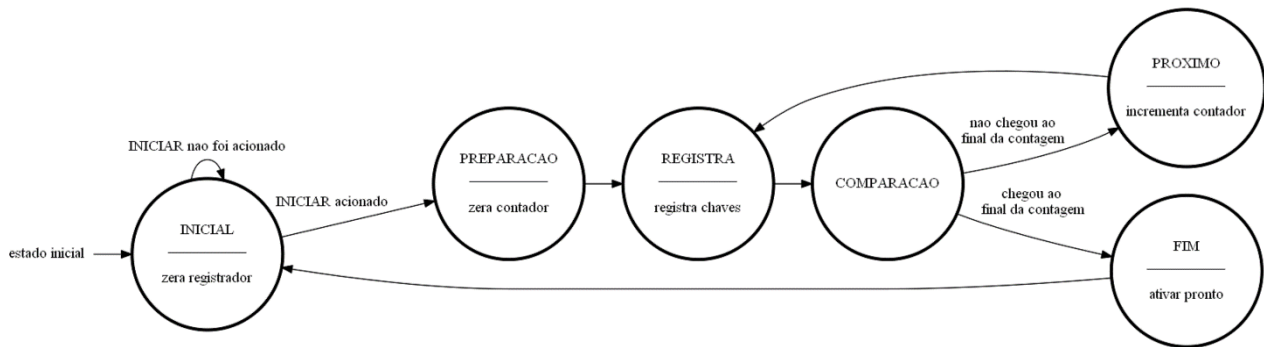
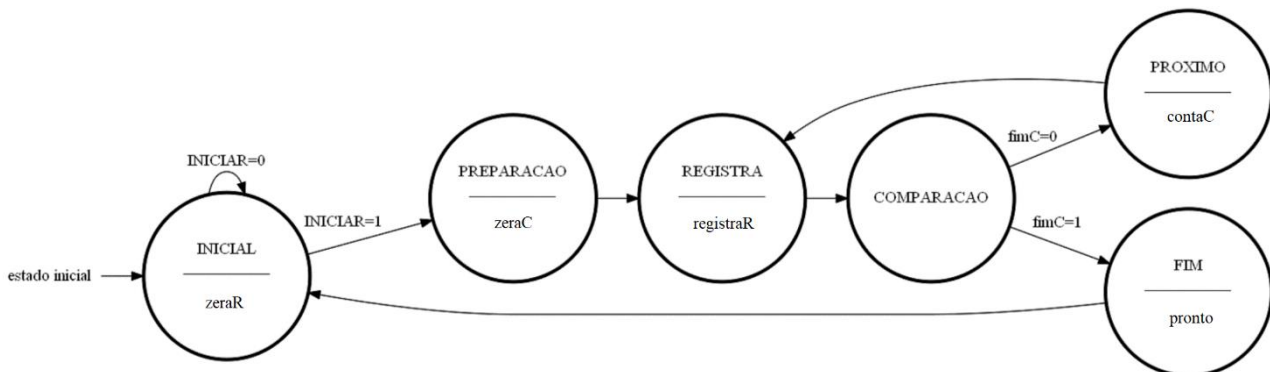

Figura 8: Diagrama de Transição de Alto Nível do Circuito para a Atividade 1
Figura 9: Diagrama de Transição de Estados da Unidade de Controle do Circuito para a Atividade 1
- d) O projeto da **unidade de controle** pode ser iniciado pelo pseudocódigo do circuito. Uma análise do algoritmo de funcionamento do circuito apresentado no item 1.1.a resulta na **máquina de estados de alto nível** da Figura 8. Observe que no diagrama temos apenas comandos e condições escritos em linguagem natural.
Os comandos de alto nível da máquina de estados devem ser traduzidos para sinais de controle² dos elementos do fluxo de dados do circuito digital. O diagrama de transição de estados da unidade de controle resultante é apresentado na Figura 9.
Repare também que o diagrama de transição de estados da Figura 9 apresenta os sinais de controle do fluxo de dados associados ao respectivo comando de alto nível do diagrama da Figura 8. Em seguida, note que, nas transições de estados, cada sinal avaliado corresponde ou a um sinal gerado pelo fluxo de dados³ (cada sinal desses é, também, conhecido como **signal de condição**), ou a um sinal de entrada de controle do circuito (p.ex., *iniciar*).